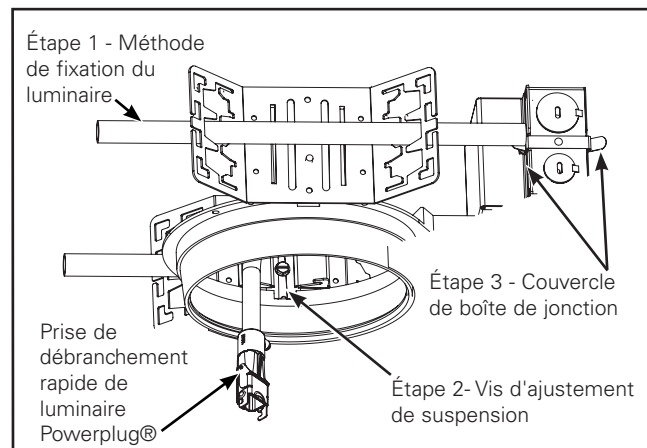

Figure 1.
1. Installez le luminaire dans l'ouverture du plafond en utilisant une conduite électrique de 1,3 cm (1/2 po). Utilisez une gorge de 1,9 cm (3/4 po), une gorge de 3,8 cm (1 1/2 po), une barre de 0,3 cm x 1,3 cm (1/8 po x 1/2 po) ou des attaches en T comme rails de montage (fournis par un tiers) en les insérant les crochets de support situés de chaque côté. (Figure 1.)